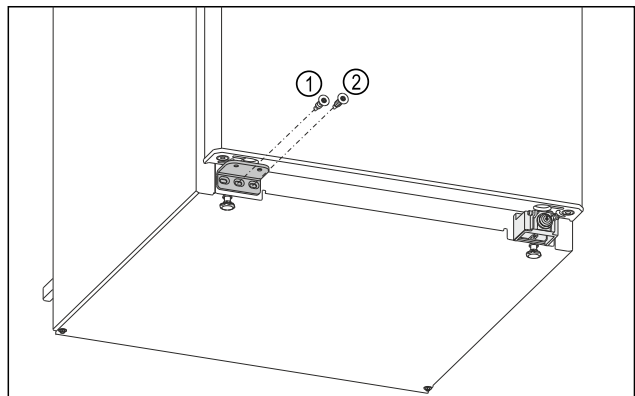

Fig. 24
- Stringere la vite centrale del blocco di supporto Fig. 24 (1) con un cacciavite Torx 20.
- Stringere la vite interna del blocco di supporto Fig. 24 (2) con un cacciavite Torx 20.